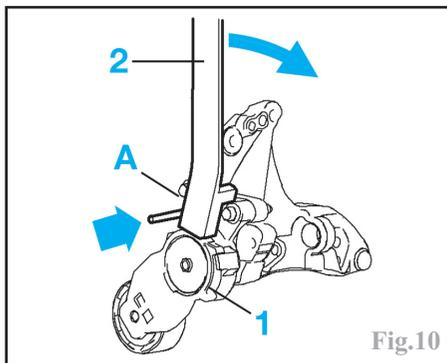

Fig.10
Agir sur le galet tendeur (1) à l'aide de l'outil 303-676 et 21-235 (2) (Fig.10) ou d'une clé hexagonale jusqu'à la mise en place d'une pige de diamètre 5 mm dans le trou de pigeage A.